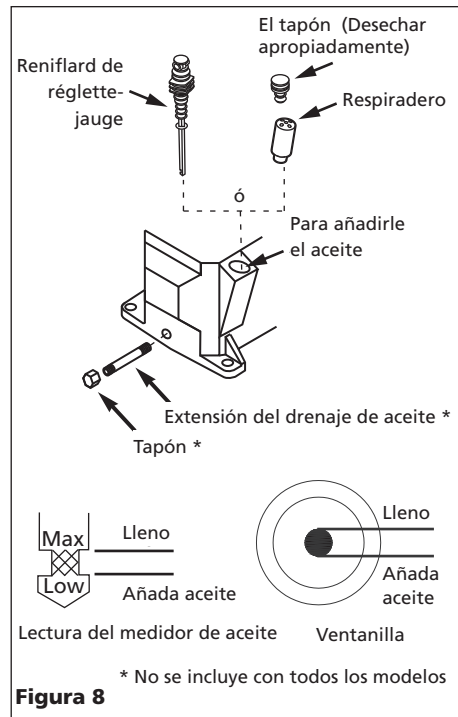

Figura 8
Cerciórese de haberle instalado la extensión para drenar el aceite y la tapa (si se incluyen), sáquele la varilla al respiradero (Vea la Figura 8) y llénelo de aceite según se le indica en la tabla.
- d. Vuelva a colocar el tapón de drenaje, llene la bomba al nivel de lleno (vea las figura 8 y 9). Use el aceite de motor sintético Mobil 1 10W-30.